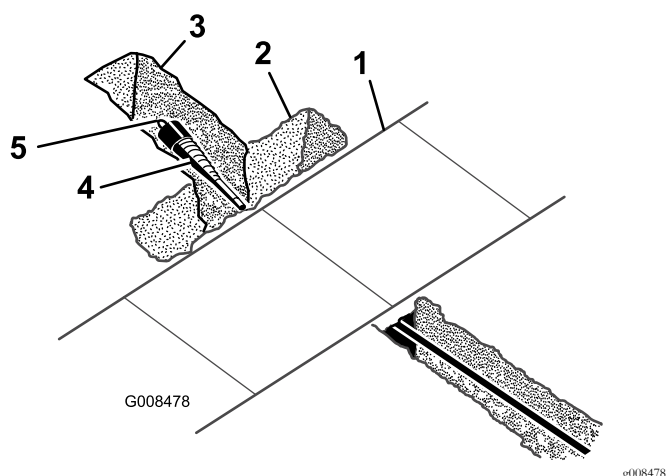

Figure 6
1. Avec une pelle, dégager avec précaution les abords du trépan afin de pouvoir le sortir (Figure 6).
2. Retirez le trépan et fixez l'alésoir (Figure 6).
3. Fixez le câble ou la tuyauterie installé(e) au pivot à l'extrémité de l'alésoir (Figure 6).